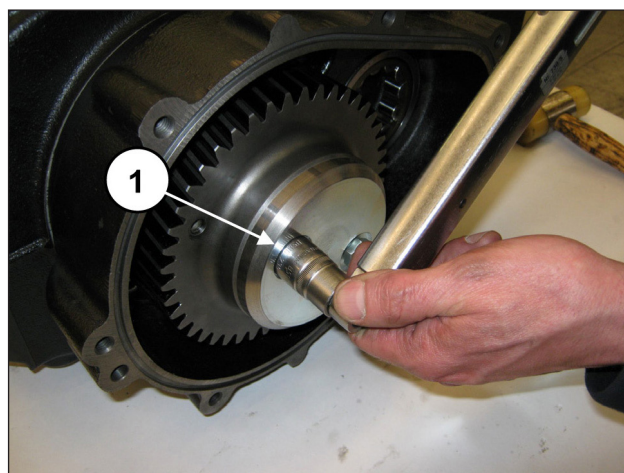

Fig. 77
Ajustar los tornillos con la llave dinamométrica como se indica en el capítulo 3 (pos. ①, Fig. 77).